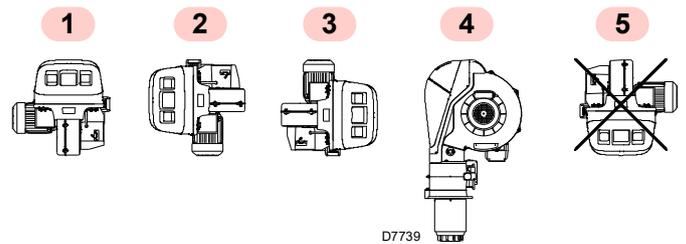

Abb. 14
- Der Brenner kann ausschließlich in den Stellungen **1, 2, 3** und **4** Abb. 14 betrieben werden.